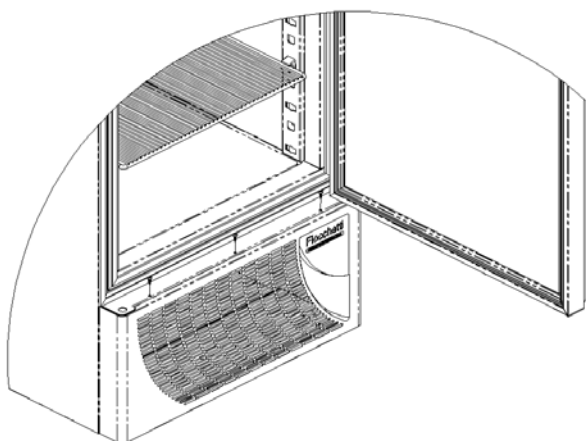

Fig.13
**Phase 1** Ouvrir la porte de l'appareil et enlever les nr. 3 vis de fixation de la façade à l'aide d'un tournevis à croix (Fig. 13).